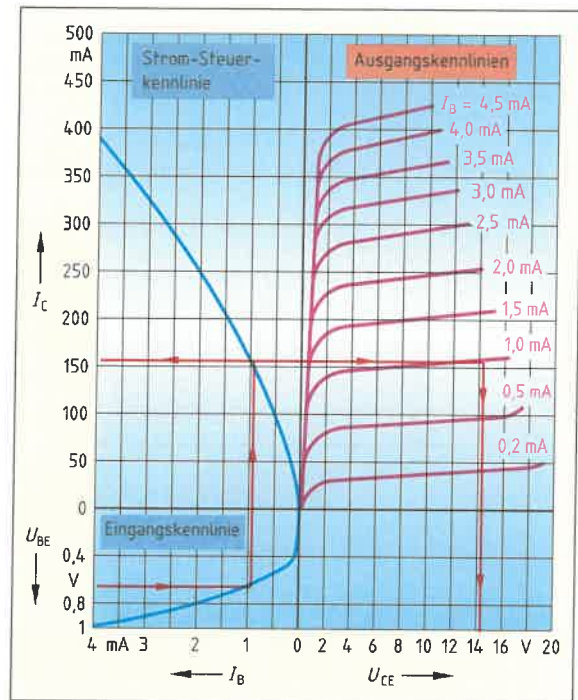

Bild 2: Kennlinienfeld eines Transistors
8. a) Ermitteln Sie aus dem Kennlinienfeld (**Bild 2**)  $I_B, I_C$  und  $U_{CE}$  bei einer  $U_{BE}$  von 0,65 V.